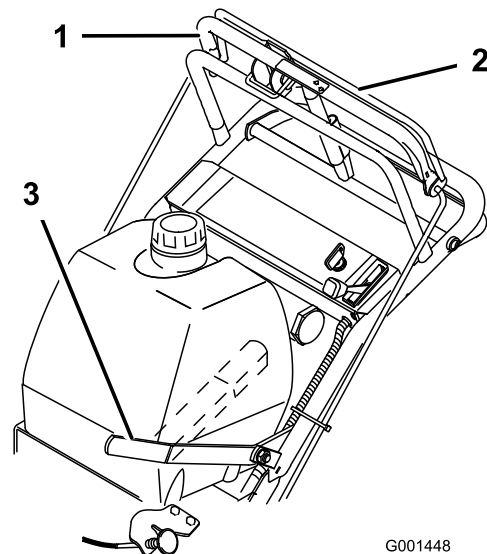

Figure 7
1. Serrez la barre de commande des lames contre la barre de commande supérieure (Figure 7).
Tirez le levier de commande des lames (PDF) à fond en arrière (Figure 7).